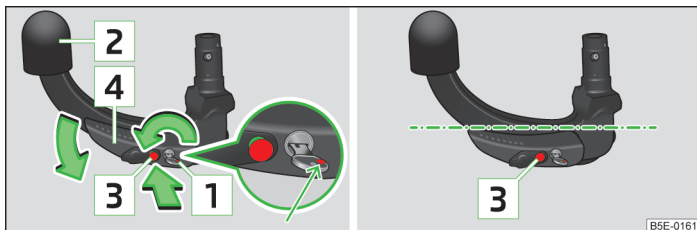

Fig. 106 Reglarea poziției de disponibilitate / poziția de disponibilitate
- Rotiți cheia, în așa fel încât să fie vizibil marcajul **1** » fig. 106.